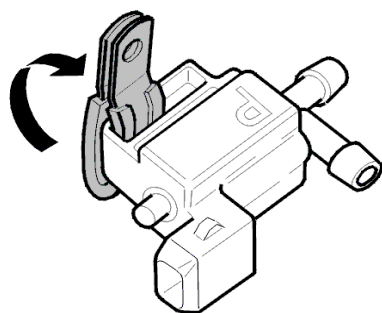

Fig. 7
- Installer le support neuf avec son isolation en caoutchouc sur l'électrovanne de purge (Fig. 7).